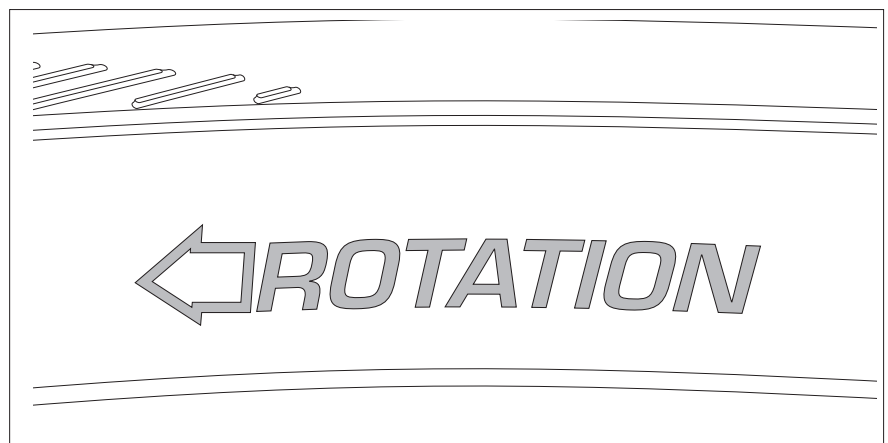

Abb.12
- Die Laufrichtung auf dem Reifen beachten (Abb. 12).